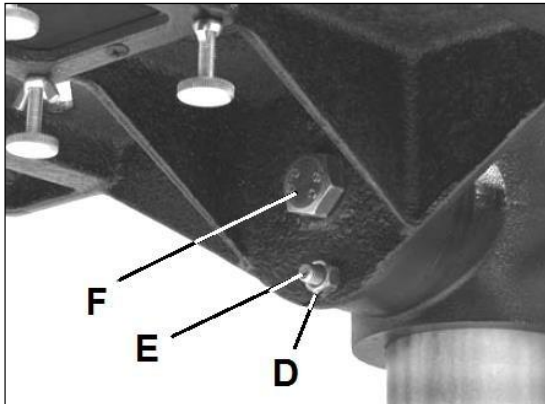

Fig 25
Um den Tisch zu schwenken muss vorher der Indexierstift (E, Fig 25) gezogen werden. Dazu die Mutter (D) im Uhrzeigersinn drehen.